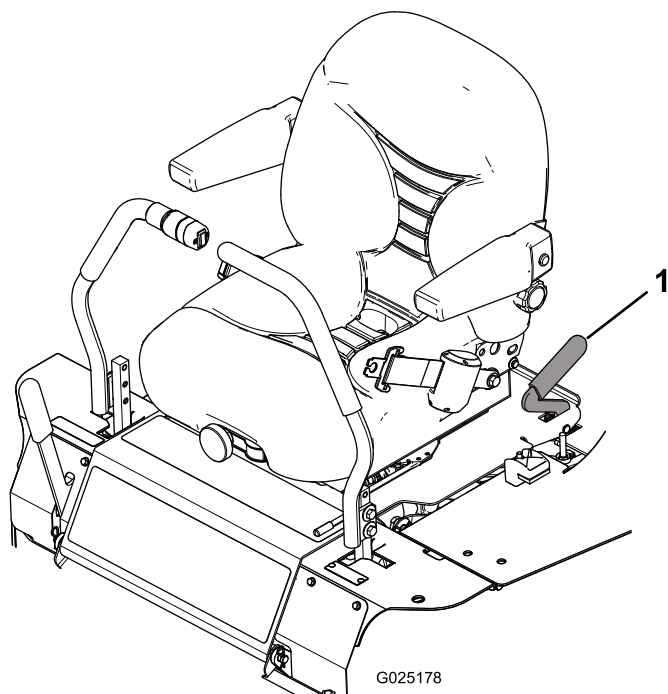

Figura 51
2. Tire hacia atrás de la palanca del enganche del asiento para desenganchar el asiento e inclinarlo hacia adelante (Figura 51).